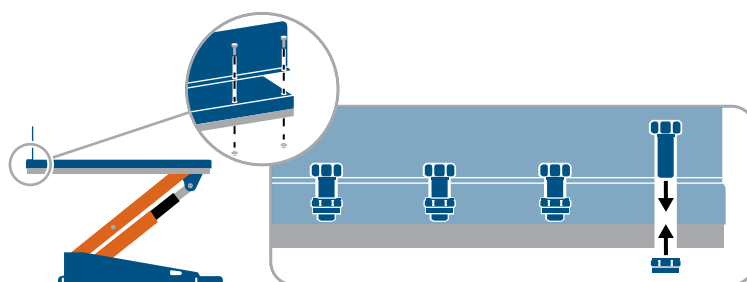

Imagen 22 Instale el sistema de sujeción de carga con al menos cuatro tornillos.
- 15.** Monte el sistema de sujeción de carga de la plataforma con al menos cuatro tornillos. Realice la instalación con tuercas en la parte inferior de la plataforma. Véase la imagen 22.